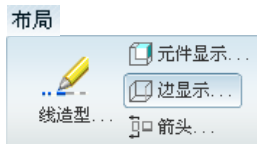

图 10.4.24 “绘图显示”子菜单
Step1. 如图 10.4.24 所示, 在工程图环境中的工具栏区选择 **布局** **边显示...** 命令。